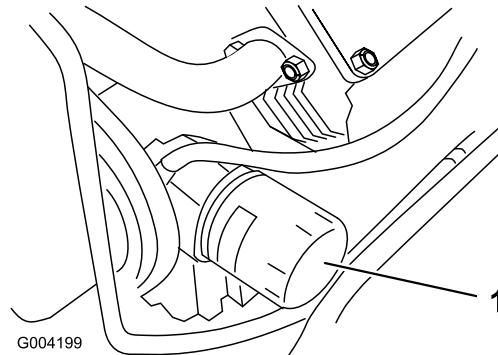

Bild 33
3. Entfernen Sie den Altfilter (Bild 33) und wischen Sie die Dichtfläche am Anbaustutzen ab.